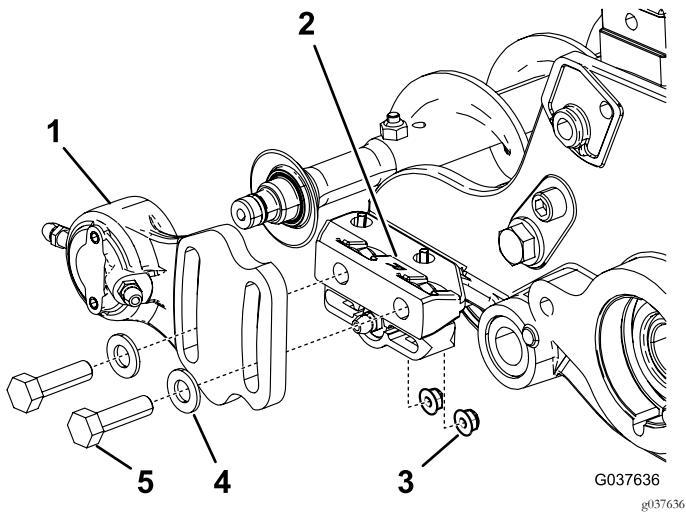

Figura 16
1. Se sull'apparato di taglio è installata una spazzola per rullo, togliete i 2 bulloni, le rondelle e i dadi che fissano l'alloggiamento del cuscinetto secondario alla staffa di montaggio dell'alloggiamento del cuscinetto (Figura 16).